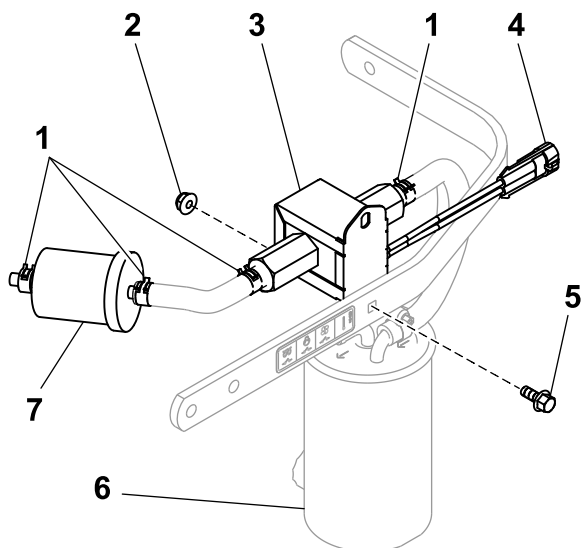
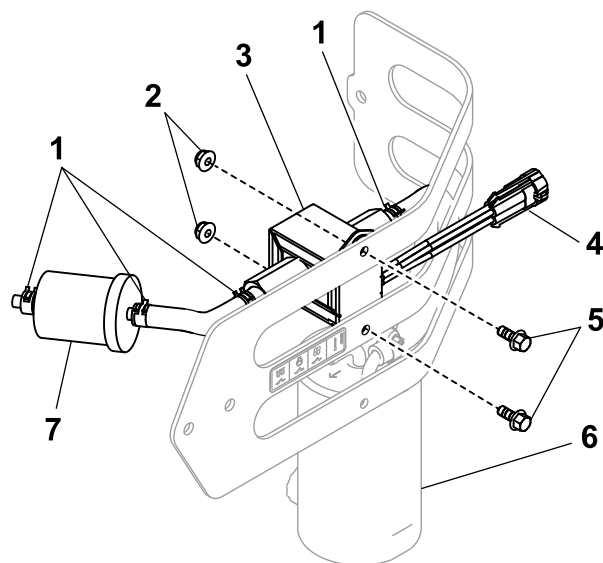

図 15
図 16
この手順では図 1、図 14、図 15、図 16を使用してください。
4. 米国外で使用されているマシンの場合、図 14 と図 16 に示すように、ガードに直径 7.1 mm 9/32" の穴を開ける。
5. 米国内で使用されているマシンの場合、新しいポンプの下穴を使ってポンプを取り付けるボルト $\frac{1}{4} \times \frac{5}{8}$ "とロックナット $\frac{1}{4}$ "を使用する図 15を参照。国内マシンではボルトとナットそれぞれ1個のみ使用する。
6. 国外マシンでは、新しいポンプの両方の穴を使ってポンプを取り付け、ボルト $\frac{1}{4} \times \frac{5}{8}$ "2本とロックナット $\frac{1}{4}$ "2個を使用する図 16を参照。